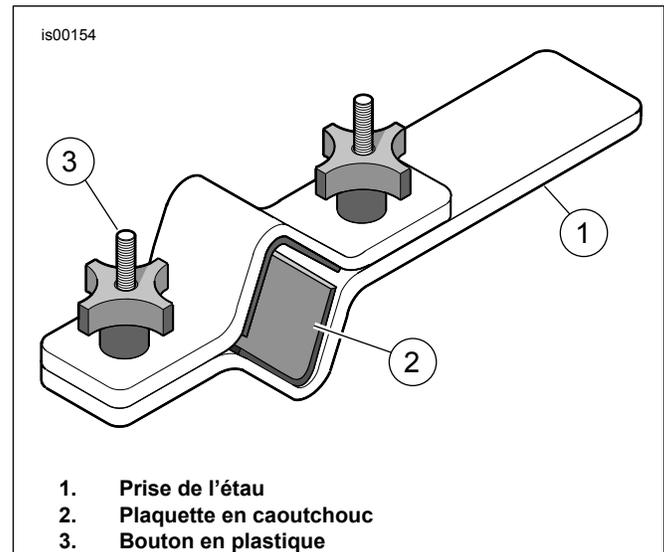

Figure 1. Support de tube de fourche (HD-41177)
2. Voir Figure 1. Prendre le SUPPORT DE TUBE DE FOURCHE (HD-41177) et procéder comme suit :
- a. Bloquer l'extrémité de l'outil en position horizontale dans un étau (1), avec les boutons en plastique face à soi.
- b. Le boulon à capuchon de fourche étant en haut, serrer le tube de fourche entre les plaquettes en caoutchouc (2), du côté intérieur de l'outil. Serrer les boutons (3) de manière à maintenir solidement le tube de fourche.